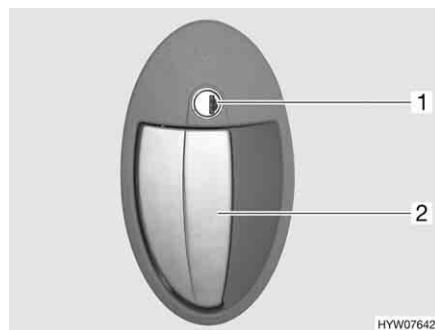

Fig. 39 Serratura della porta (porta di ingresso, lato esterno)
- Inserire la chiave nel cilindro della serratura (Fig. 39,1) e ruotare in senso orario, fino a quando la serratura della porta si sblocca.
- Tirare la maniglia della porta (Fig. 39,2). La porta è aperta.
- Inserire la chiave nel cilindro della serratura (Fig. 39,1) e ruotare in senso antiorario, fino a quando la serratura della porta si blocca.